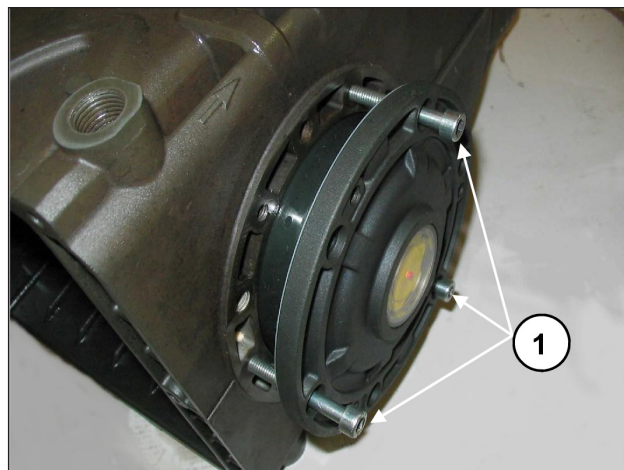

Fig. 8
Para facilitar la introducción del primer tramo y de la correspondiente introducción de las tapas sobre el cárter, se recomienda utilizar N° 3 tornillos M6 x 40 parcialmente roscados, (Fig. 8, pos. ①) para después completar la operación con los tornillos incluidos en la dotación (M6x16).